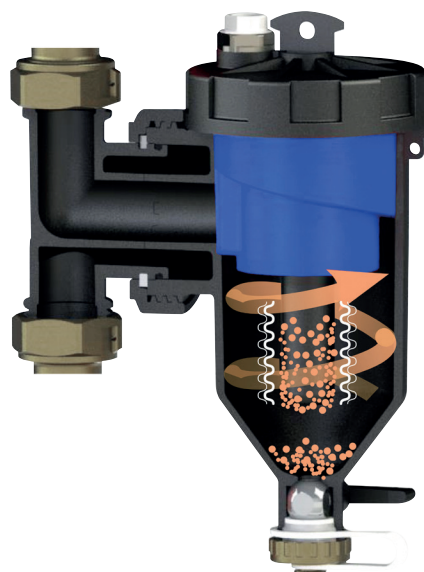

Fig. B2: azione magnetica
- **azione magnetica:** trattenimento delle particelle ferromagnetiche da parte del magnete (4) (fig. B2);